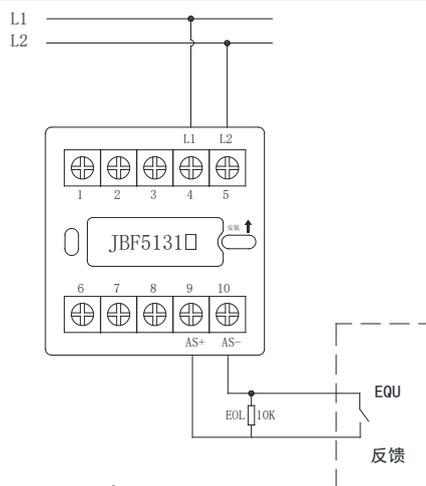

图 3 接线方式:监视无源闭合应答的现场设备
- 监视无源闭合应答的现场设备时：AS+（端子 9）、AS-（端子 10）：接应答（无源触点），连接在 AS+和 AS-上的监视设备的动合端必须并联 10K Ω 终端电阻。接线示意图如图 3：